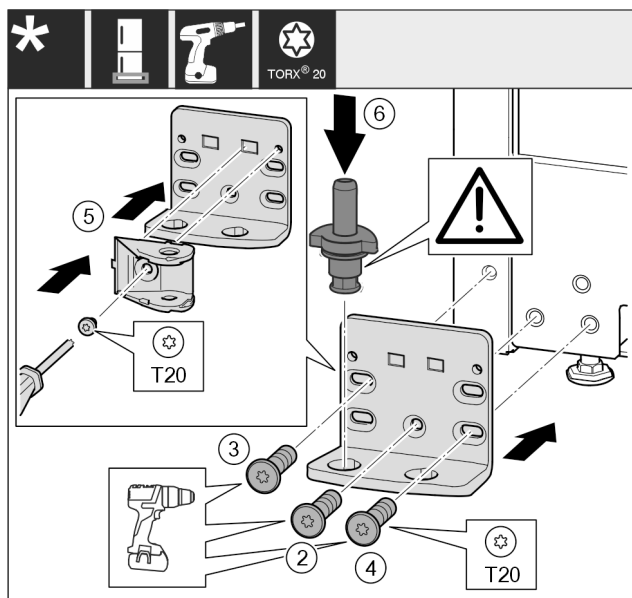

Fig. 21 *
- Lagerbock auf der anderen Seite ansetzen und mit Hilfe eines Schraubendrehers anschrauben. Mit der Schraube Fig. 21 (2) unten in der Mitte beginnen.*
- Schraube Fig. 21 (3) und Schraube Fig. 21 (4) fest-schrauben.*